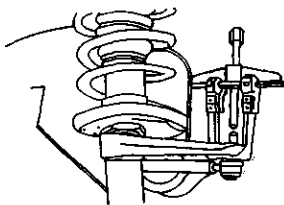

图 3-137 压出转向横拉杆接头
7) 压下转向横拉杆接头 (拧紧力矩  $30\text{N}\cdot\text{m}$ ), 如图 3-137 所示。